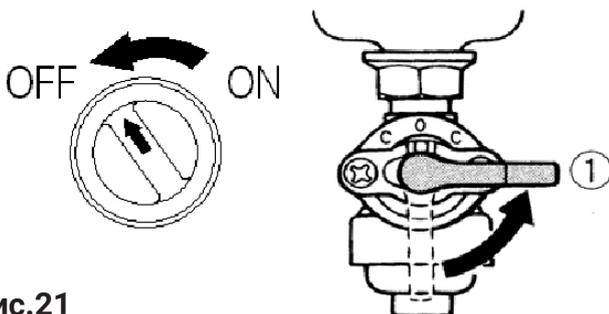

Рис.21
3. Поверніть запірний кран в лінії подавання палива в положення OFF («ВИМК.»)(Рис.21).